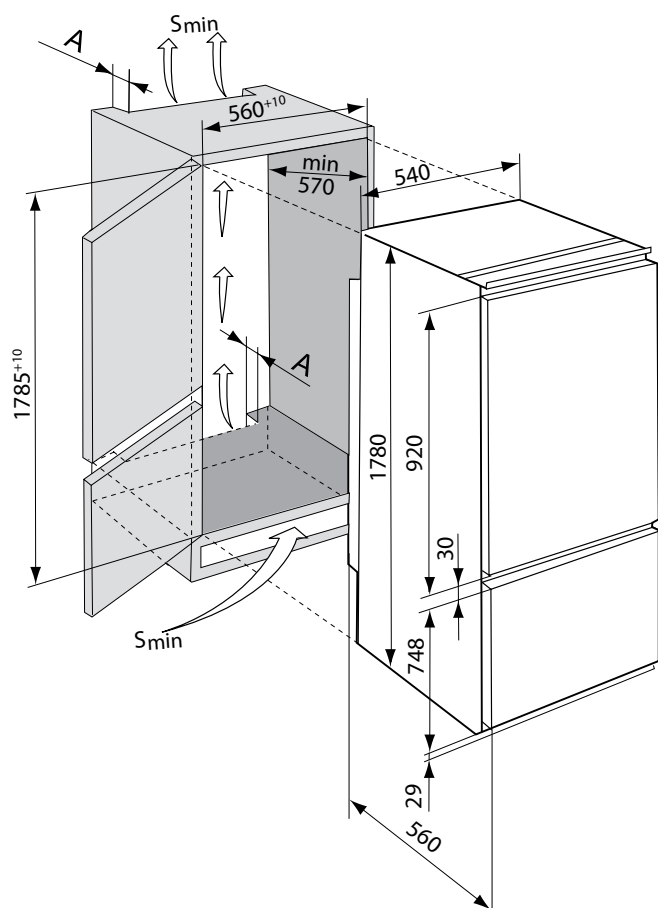

Figura 6 – Schema încorporării frigiderului în mobilier
2.1 Varianta de mobilier recomandată pentru încorporarea frigiderului este indicată în figura 6 (dimensiuni în mm).
ATENȚIE! Suprafața minimă (S_{min}) a canalelor de aer și deschizăturilor grilei decorative trebuie să fie nu mai mică de 200 cm², și adâncimea deschizăturii A - nu mai mică de 50 mm, în conformitate cu figura 6.